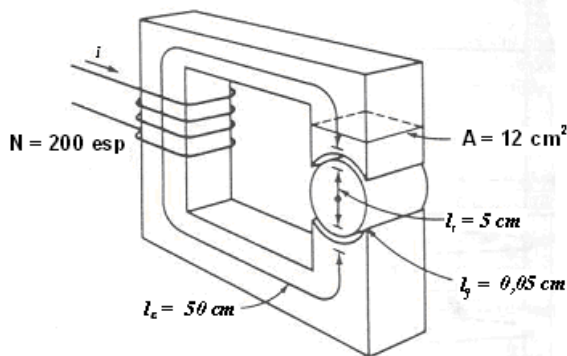

Fig. 4
4.-La Fig. 4 muestra un rotor y un estator simplificados para un motor de corriente continua. La longitud del trayecto medio del estator es de 50 cm y el área de su sección transversal es de 12 cm². La longitud del trayecto medio del rotor es de 5 cm y el área de su sección transversal puede también suponerse de 12 cm². Cada *entrehierro* de aire entre el rotor y el estator es de 0,05 cm de ancho y el área de la sección transversal de cada *entrehierro* de aire (incluyendo el efecto de borde) es de 14 cm². El hierro del núcleo tiene una permeabilidad relativa de 2000 y tiene 200 espiras de alambre en el núcleo. Si la corriente en el alambre se gradúa en 1 A, ¿cuál sería la densidad de flujo resultante en los *entrehierros* de aire?